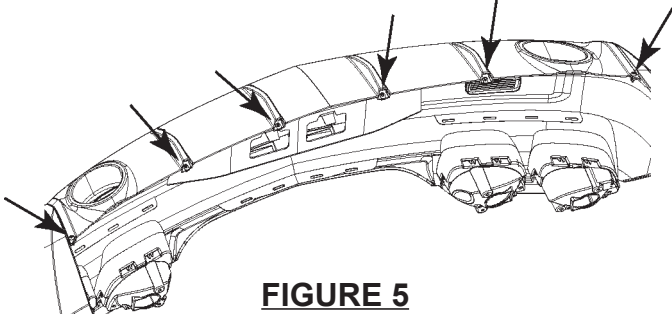

FIGURE 5
8. Retirer les six vis à l'aide de la douille de 7 mm, en conserver 4 sur les 6. Se reporter à la figure 5.
18. Fixer le boulon du passage de roue. Se reporter à la Figure 5. Serrer à un couple de 7,71 kg (17 lb) (1,92 N.m).